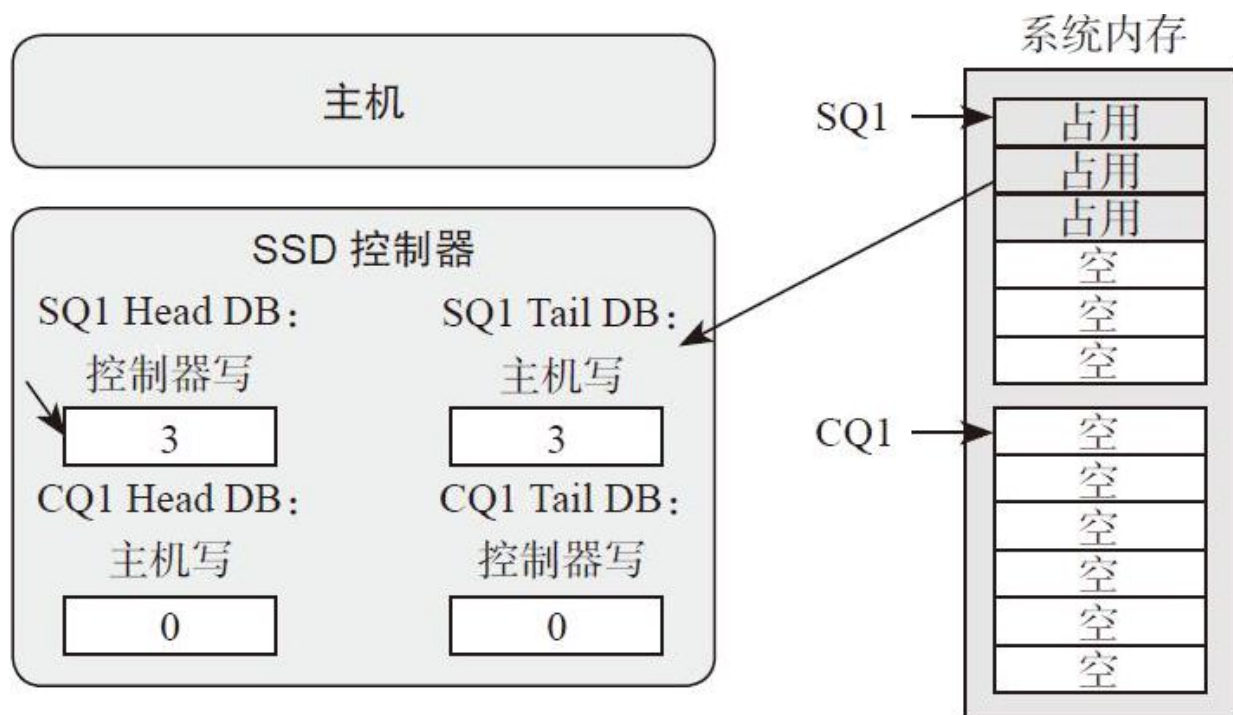

图6-16 SSD取走三个命令
- 3) SSD控制器收到通知后，于是派人去SQ1把3个命令都取回来执行。SSD把SQ1的三个命令都消费了，SQ1的Head从而也调整为3，SSD控制器会把这个Head值写入本地的SQ1Head DB寄存器，如图6-16所示。